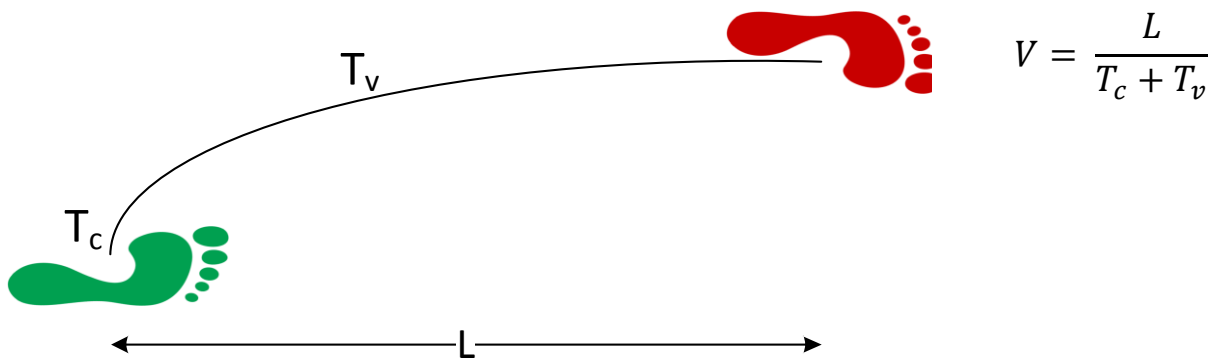

Abb. 99 – Berechnung der Geschwindigkeit
- **Speed [m/s]:** Durchschnittsgeschwindigkeit eines Schrittes (siehe Abb. 99)